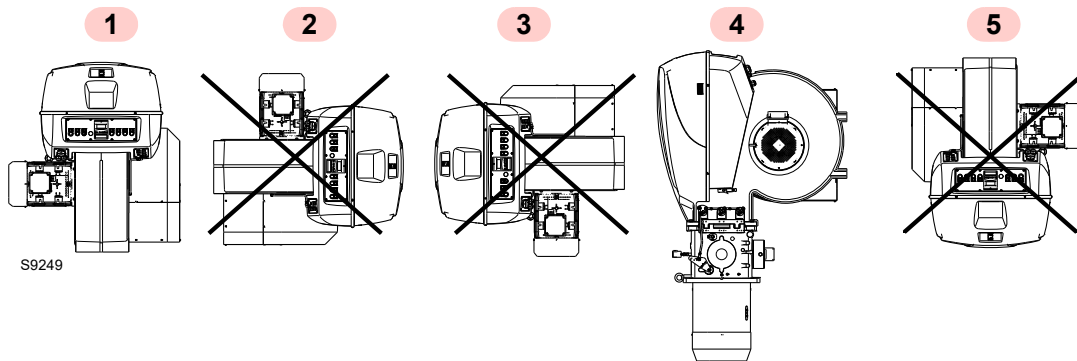

Fig. 11
- El quemador está preparado exclusivamente para funcionar en las posiciones 1 y 4 (Fig. 11).